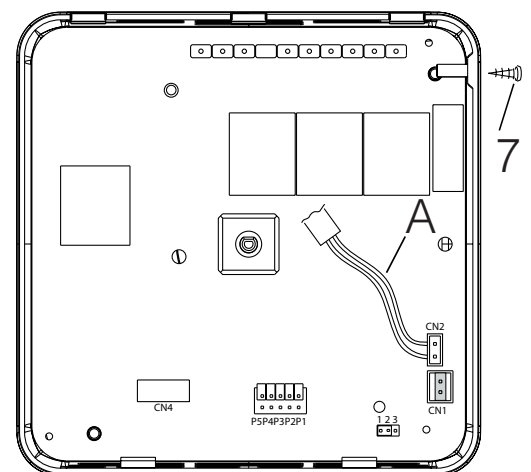

Fig. 4
- Aprire il comando svitando l'apposita vite di chiusura (fig. 4) riferimento, collegare il sensore lato connettore sulla scheda elettronica al connettore siglato (CN2).
- Unscrew the fastening screw (see fig. 4), ref. g to open the control, connect the sensor to the electronic card connector marked (CN2), on the connector side.